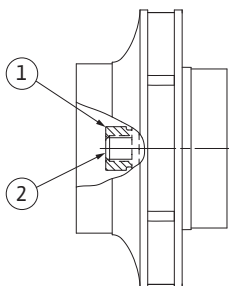

Fig. 53: Position correcte de l'écrou de blocage de roue après le montage
29. Maintenir l'arbre (voir l'étape 24) et serrer l'écrou de blocage de roue au couple de serrage prescrit (voir liste «Tableau 11 : Couples de serrage des vis» à la page 54). L'écrou (fig. 53, pos. 1) doit être au contact à env.  $\pm 0,5$  mm avec l'extrémité de l'arbre (fig. 53, pos. 2). Si ce n'est pas le cas, desserrer l'écrou et répéter les étapes 25 à 29.